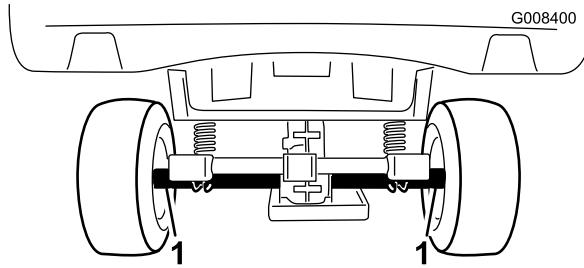
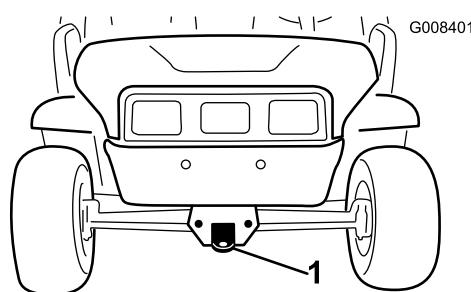

Figura 15
Figura 16
Em distâncias longas, transporte o veículo num atrelado. Verifique se o veículo se encontra bem preso ao atrelado. Consulte Figura 15 e Figura 16 para localizar os pontos de fixação do veículo.
2. Ate um cabo de reboque ao garfo, na parte dianteira do chassis (Figura 16).